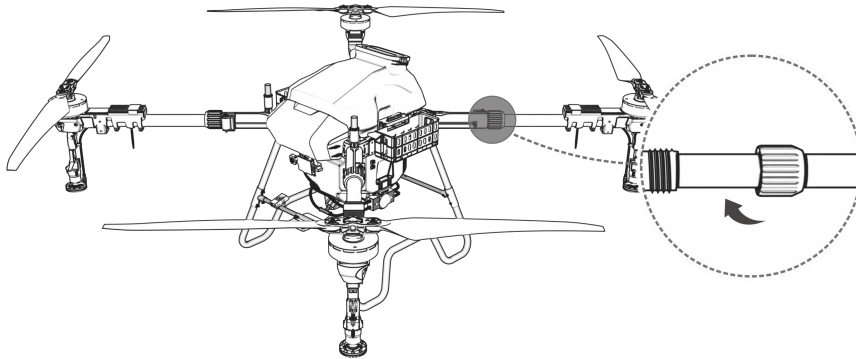

Figura 1-34 Proceso de fijación del brazo
Paso 4: Asegúrese de que el componente de sujeción esté apretado, como se muestra en la figura 1-34.